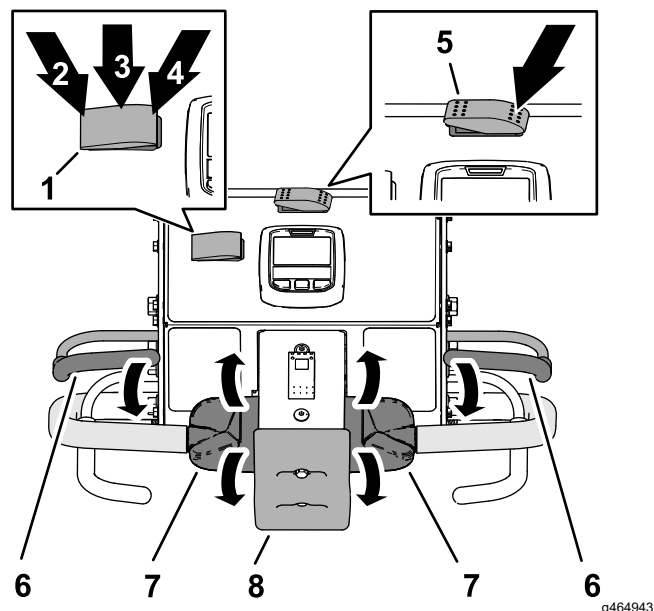

図 81
1. 移動走行・エアレーション切り替えスイッチを移動走行位置にする 図 81。